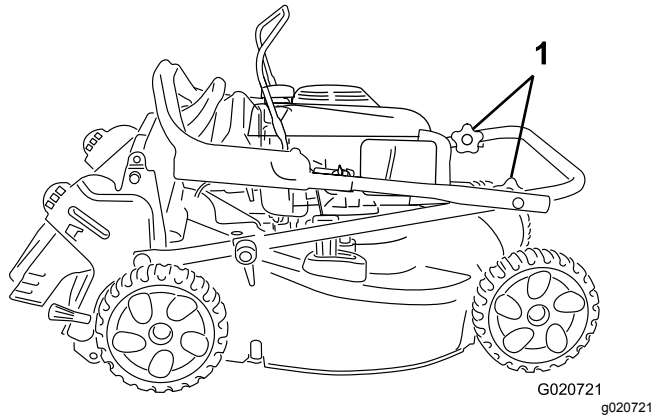

Bild 22
3. Drehen Sie das obere Teil des Griffs zurück in Richtung Motor, siehe Bild 22.
2. Klemmen Sie das Zündkabel von der Zündkerze ab (Bild 22).